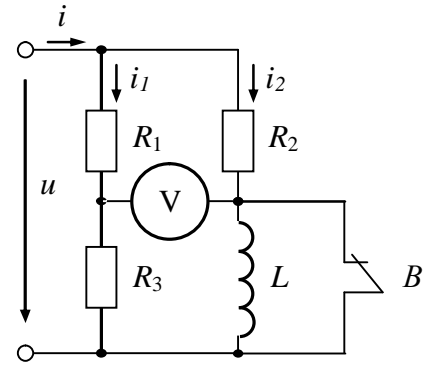

Рис. 3.15.
**3.12.** В електричному колі змінного струму (рис. 3.15) знайти розподіл струмів і покази вольметра  $V$  при замкненому і розімкненому вимикачі  $B$ . Опори резисторів:  $R_1 = R_2 = R_3 = X_L = 5$  Ом, прикладена напруга  $U = 100$  В. Задачу вирішити комплексним методом.